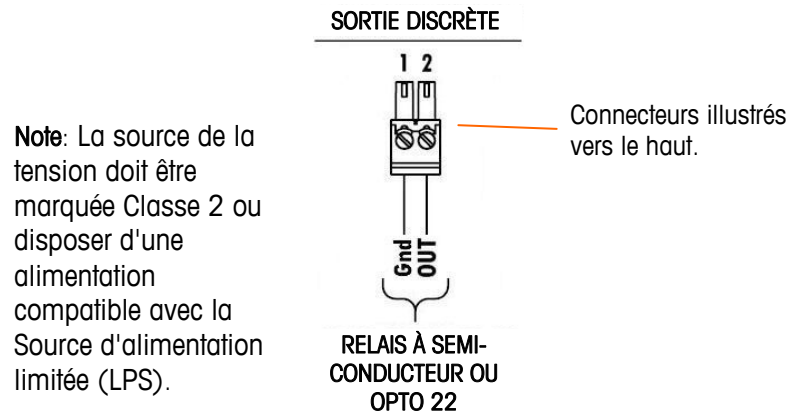

Figure 2-38 : Connecteur de sortie discrète du capteur analogique
- Pour un câble à quatre fils standard : Si une augmentation des résultats de pesées est accompagnée d'une réduction des poids sur l'affichage, inverser les fils de signal (+SIG et -SIG). La Figure 2-38 illustre les définitions du câblage sur le connecteur de sortie discrète du capteur.